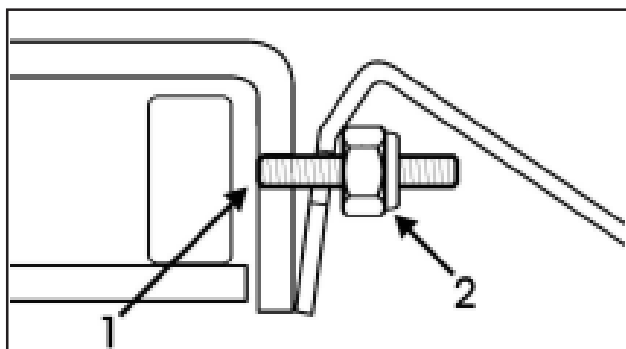

Fig. 3.2.1
- D. Placer la rampe en correspondance des trous de fixation, puis visser les deux vis et leur écrou sur toute la longueur de leur filet. Vérifier si les vis ne dépassent pas l'épaisseur de la tôle (1 Fig.3.2.1). Une pénétration excessive des vis peut gêner le mouvement du chemin coulissant et provoquer des dégâts mécaniques.
Wenn sich die Rampe nicht in der richtigen Entfernung zum Boden befindet, die selbstblockierenden Muttern leicht verstellen (2 Abb.3.2.1).
If the ramp is not at the correct distance from the ground, adjust the lock-nuts slightly (2 Fig. 3.2.1).